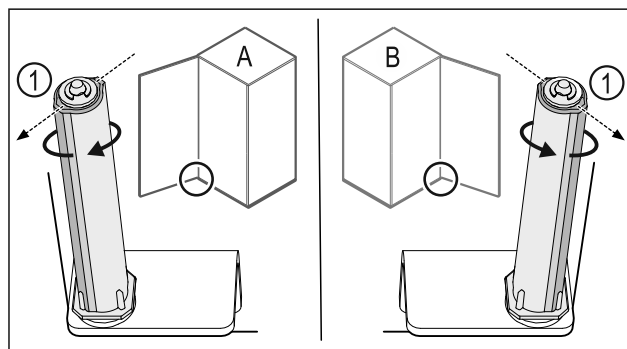

Fig. 40 Levý doraz (A) / pravý doraz (B)
- Otáčejte uzavíracím systémem proti odporu, dokud nebude lamela uzavíracího systému Fig. 40 (1) ukazovat směrem ven.